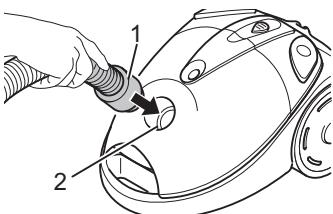

Abbildung 2
1. Stecken Sie das Ende des Saugschlauchs (Abb. 2/1) in die Aufnahmeöffnung (Abb. 2/2) des Bodenstaubsaugers, bis die Verriegelung hör- und spürbar einrastet.